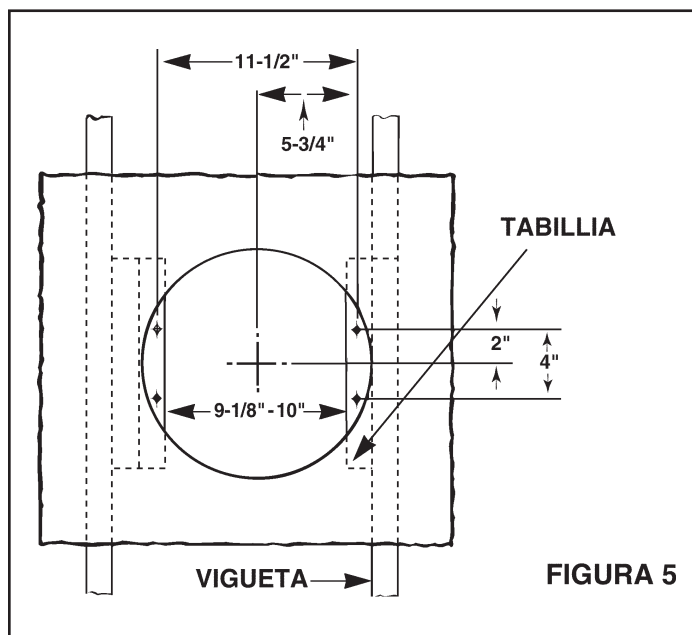

FIGURA 5
7. **Refiérase a la Figura 5.** Instale tablillas de 2 x 4 a ambas viguetas del techo. En algunos casos puede ser necesario utilizar más de una sola tablilla en un lado. La distancia entre las tablillas debe ser al menos de 9-1/8 " pero no más de 10".